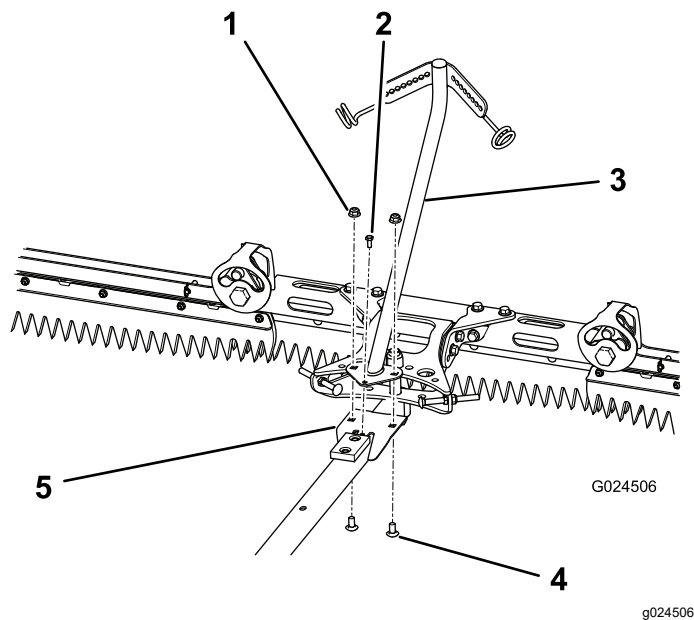

図 8
1. ブームアセンブリの底部のプレートにある穴を、牽引バーの後部の近くにあるプレートの穴に整列させる 図 8。